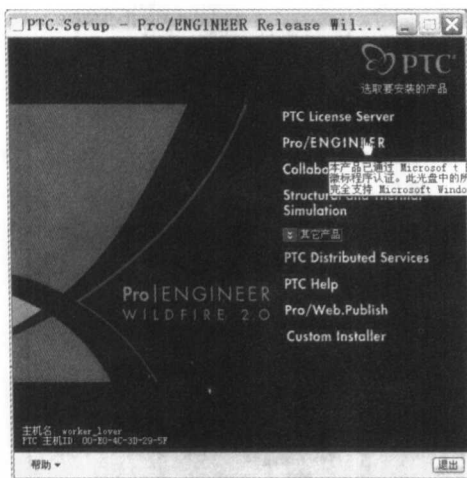
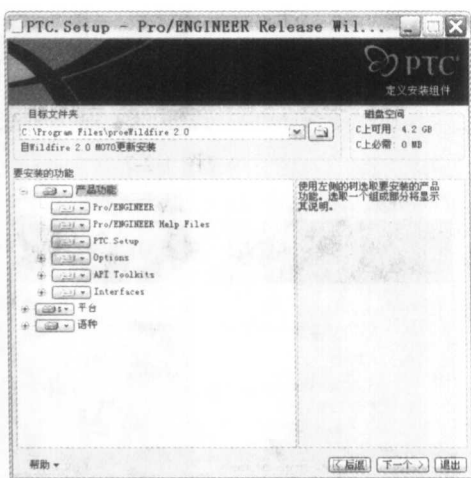

图 1-2-5
图 1-2-6
(1) 将 Pro/ENGINEER 系统的许可证文件复制到硬盘某个位置。例 C:\Program Files\PTC\license.dat。
(2) 将 Pro/ENGINEER 系统安装光盘插入光驱中，系统会自动弹出安装提示，如图 1-2-5 所示。
(3) 在图 1-2-5 对话框中，用鼠标单击图中鼠标所指位置，随后显示“PTC.SETUP”对话框，如图 1-2-6 所示。
只有安装“中文语言包”，以后的 Pro/ENGINEER 系统显示界面才能为中文语言形式，即在语种下拉菜单处选择：“简体中文”。如图 1-2-6 所示，并单击“下一个”按钮。